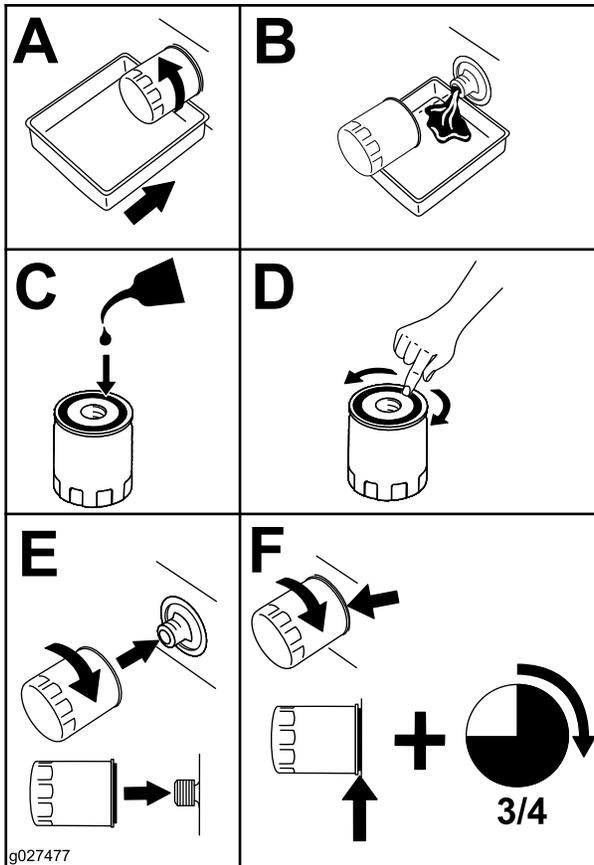

Figura 41
5. Sustituya el filtro de aceite del motor (Figura 41).